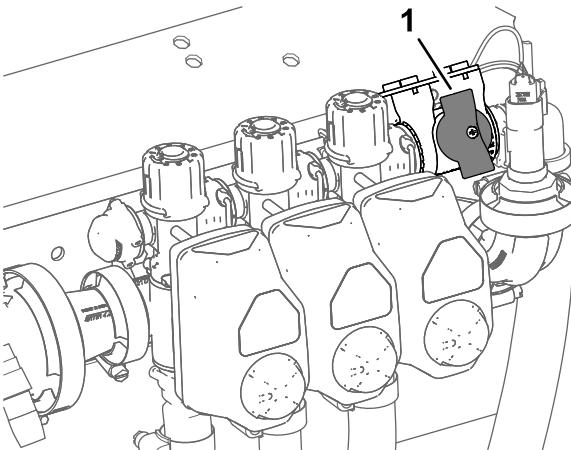

Рисунок 37
2. Поверните ручку отсечного клапана перепуска секции в закрытое положение (Рисунок 37).